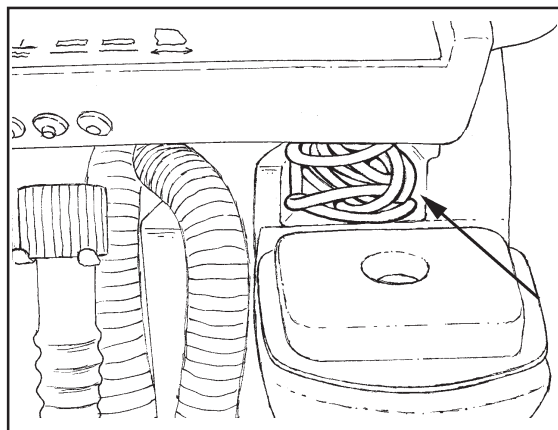
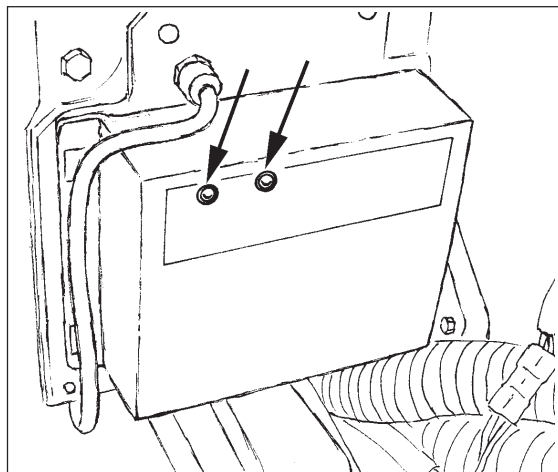

Figura 16
Figura 17
5. Los modelos Focus 17 y 20 está equipado con un cargador incorporado ubicado detrás del depósito de recuperación (Refiérase a la Figura 17). El cargador funciona en tres etapas, a los efectos de maximizar la vida de la batería. El cable de conexión de CA con el cargador incorporado a la máquina está ubicado en el compartimento respectivo debajo de la palanca de control, en la parte posterior de la máquina (Refiérase a la Figura 16). Saque el cable del compartimento.
- **Etapa volumétrica** - En la etapa volumétrica de la carga, se ilumina la luz roja del cargador (Refiérase a la Figura 17). Durante esta etapa el cargador suministra el máximo amperaje a las baterías y continúa la carga a ese régimen hasta alcanzar aproximadamente el 75% de la capacidad de las baterías.
- **Etapa de absorción** - En la etapa de absorción, se iluminan las luces roja y verde del cargador (Refiérase a la Figura 17). Durante esta etapa, el cargador mantiene un voltaje constante y deja que las baterías absorban la carga a su propio régimen.
- **Etapa de flotación y mantenimiento** - En la etapa de mantenimiento, se apaga la luz roja y solamente se enciende la luz verde del cargador (Refiérase a la Figura 17). Durante esta etapa el cargador aplica un voltaje más bajo, regulado, para mantener la carga total y evitar la descarga. Las baterías pueden estar conectadas indefinidamente sin riesgo de daño alguno.
Guarde el cable en el compartimento respectivo ubicado debajo de la palanca de control (Refiérase a la Figura 16) .